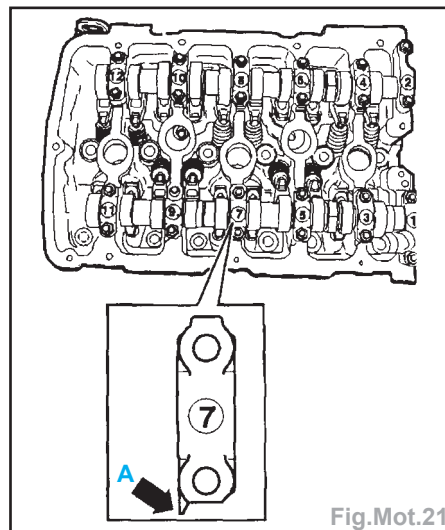

Fig.Mot.21
- Dépose des paliers d'ACT (Fig.Mot.21).
(Fig.Mot.21) :
- Repose des paliers d'ACT (Fig.Mot.21).